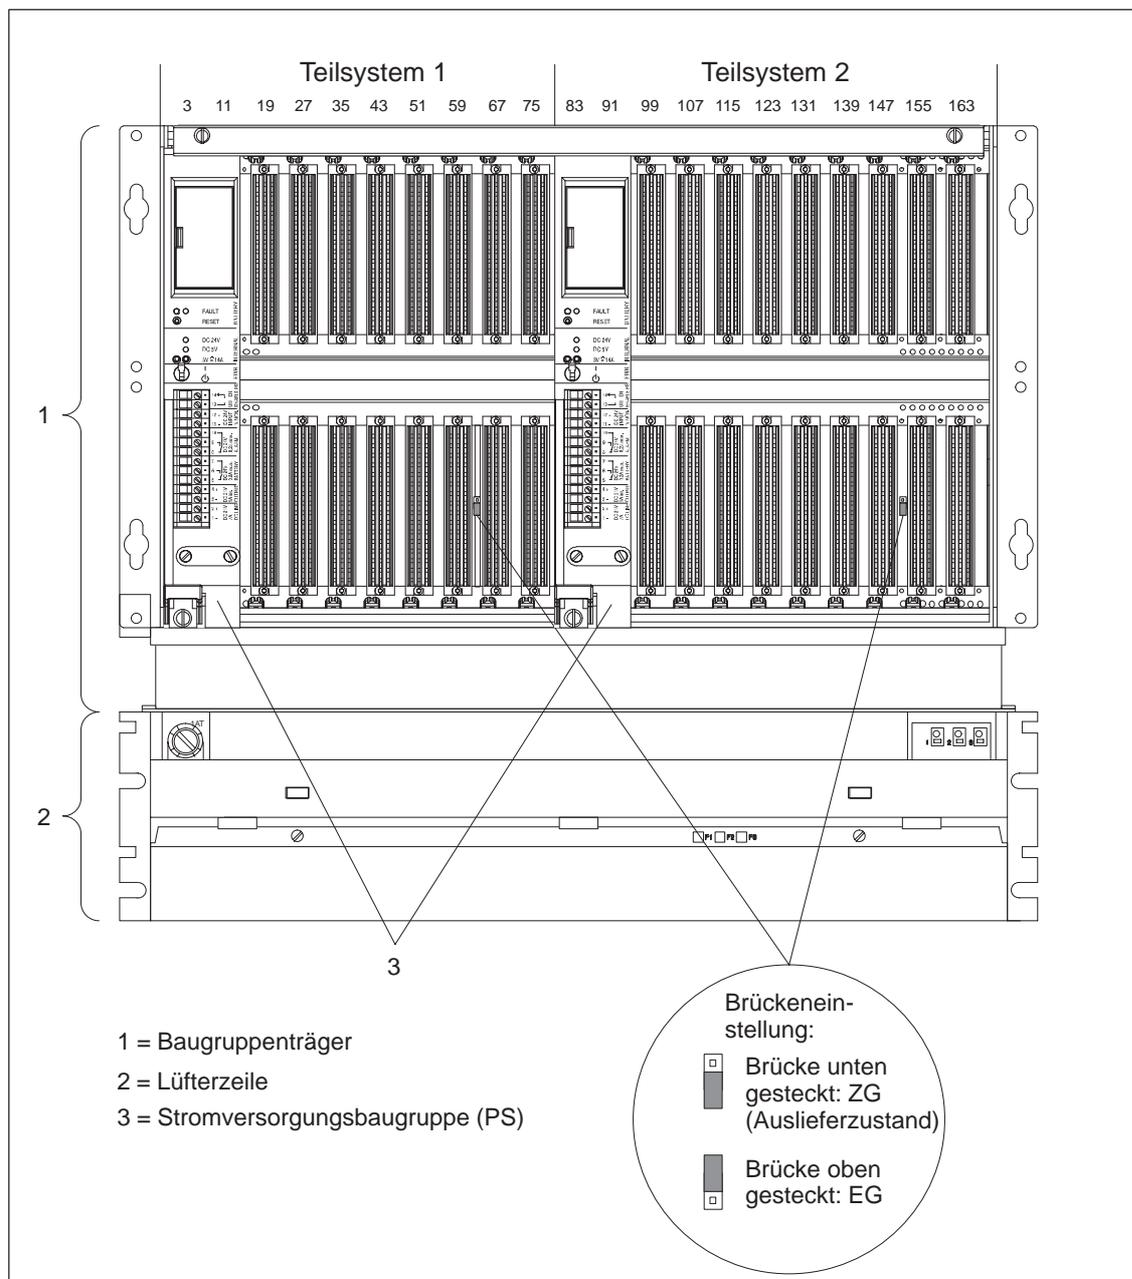

Bild 1-1 ZG 155H, Frontansicht
Das ZG 155H (siehe Bild 1-1) besteht aus den Komponenten
- Betriebsart Zentralgerät (ZG)
- Betriebsart Erweiterungsgerät (EG)
- Die Betriebsarten werden über Steckbrücken eingestellt. Die Steckbrücken sind im Baugruppenträger von vorne zugänglich (siehe Bild 1-1).